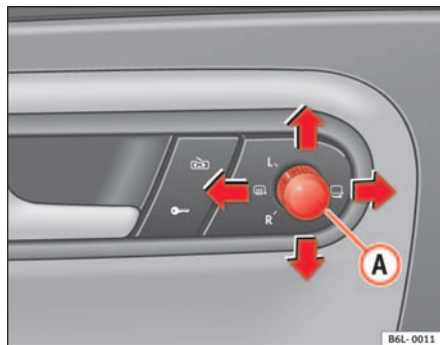

Fig. 67 Mando de los retrovisores exteriores
1. En primer lugar, gire el mando ⇒ fig. 67 hasta la posición **L (retrovisor izquierdo)**.
- Gire el mando hacia la posición de desempañado ☁ ⇒ fig. 67
- Gire el mando ⇒ fig. 67 hasta la posición ☁ para plegar los retrovisores exteriores. Para evitar daños en el vehículo, deberá plegar los retrovisores exteriores siempre que utilice un túnel de lavado automático.